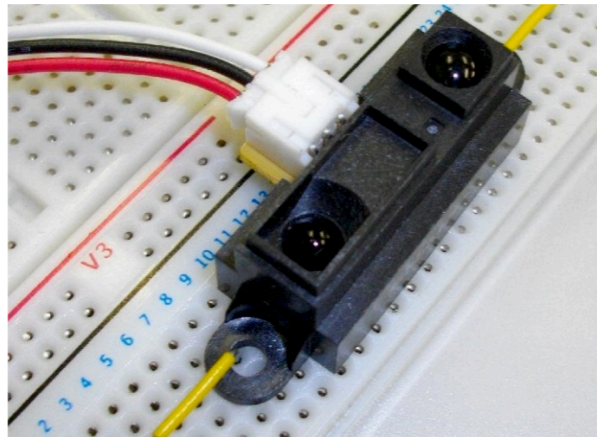

図 1: 距離センサ
1.2 図1の電子部品（距離センサ GP2Y0A21YK0F）を次のような点から調べなさい。